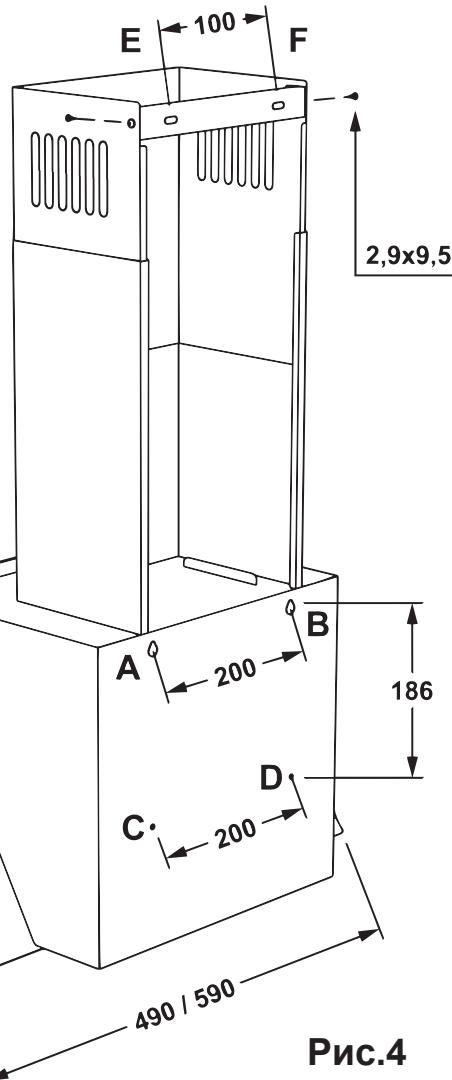

Рис.4
6.4 Проведите разметку крепежных отверстий корпуса на стене кухни. Для этого изготовьте бумажный шаблон с координатами 4-х отверстий на задней стенке корпуса (точки А, В, С, Д див. схема монтажу); приложите шаблон к стене на необходимой высоте, указанной ранее, и выровняйте по уровню (рис.4).
6.10 Установите телескопический кожух дымохода на корпусе вытяжки. Поднимите верхнюю панель кожуха с планкой под потолок, чтобы он закрывал воздуховод вентиляции, и разметьте по пазам планки **2 отверстия под крепление (точки E, F)** рис.4.
6.13 Установите внешнюю панель кожуха дымохода в пазы на корпусе вытяжки, а внутреннюю – поднимите вверх до совмещения отверстий крепления с планкой и соедините с боков **2-ма шурупами ПКГ 2,9x9,5** (рис.4).